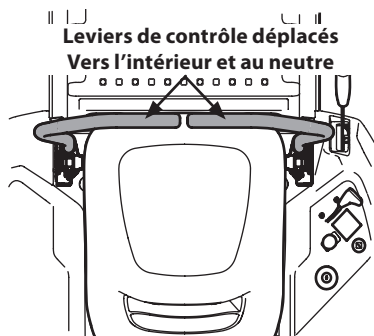

Figure 20
2. Déplacez les leviers de contrôle droit et gauche au neutre, ce qui désactive également le frein de stationnement. Consultez la Figure 20.